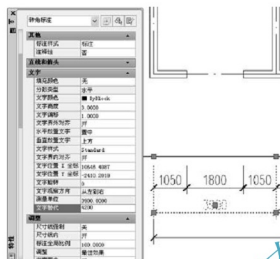

图 3.57 在【文字替代】文本框内输入“3900”
(1) 在命令行无命令的状态下, 选中左下角①和②轴线之间的 3900 尺寸线, 出现 5 个蓝色夹点, 依此可以理解尺寸标注的整体关系。
(2) 单击【标准】工具栏上的特性图标(快捷键 PR), 打开【对象特性管理器】。
(3) 向下拖动左侧的滚动条直至如图 3.57 所示位置, 并在【文字替代】文本框内输入“4200”, 然后按 Enter 键确认。
(4) 关闭【对象特性管理器】, 按 Esc 键取消夹点。这样①和②轴线之间的尺寸标注文字由“3900”变为“4200”。